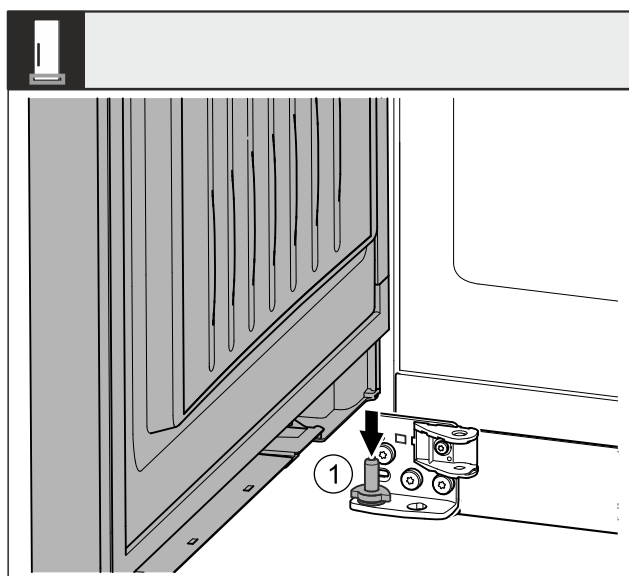

Fig. 37
- Coloque la puerta en el perno del cojinete Fig. 37 (1) inferior desde arriba.